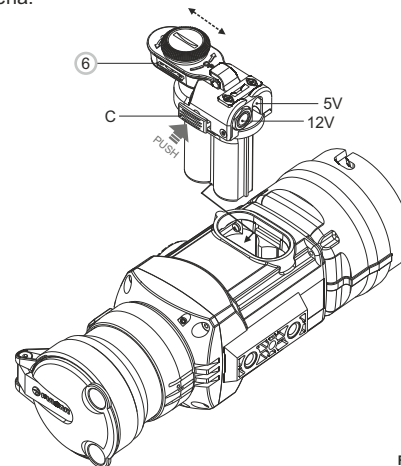

Fig. 3
- Installare l'adattatore nel vano batteria del monocolo (**vedi fig. 3**).
- Fissare il tappo (**6**) sull'adattatore (**vedi fig. 3**).